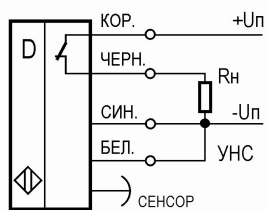

Рис.3.1
- После окончания обучения проверить обнаружение метки. Для этого направить световое пятно на фон. При этом, если фон светлее метки, то контакт между коричневым и чёрным выводами замкнут (рис.3.1).